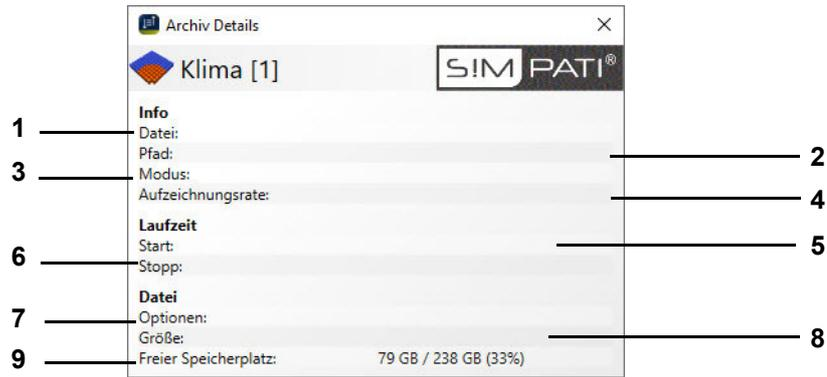

Abb. 10-5 Info-Fenster zur Archivierung im Automatik-/Programmbetrieb
- 12 Wird die Prüfung aufgezeichnet, steht Ihnen ein Menüfenster mit Archivierungs-Informationen zur Verfügung → *Abb. 10-5 »Info-Fenster zur Archivierung im Automatik-/Programmbetrieb«* (Seite 91).